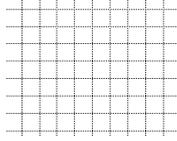

图 2.13.2 调整栅格到合适的大小
(1) 在 **草绘** 选项卡中单击  按钮。
(2) 此时系统弹出“栅格设置”对话框，在 **栅格间距** 选项组中选择 **静态** 单选项，然后在 **X 间距** 和 **Y 间距** 文本框中输入间距值 10；单击 **确定** 按钮，完成栅格设置。
(3) 在“视图”工具条中单击“草绘显示过滤器”按钮 ，在弹出的菜单中选中 **显示栅格** 复选框，可以在图形区中显示栅格。
Step 2 此时，绘图区中的每一个栅格表示 10 个单位。为了便于查看和操作图形，可以滚动鼠标中键滚轮，调整栅格到合适的大小(图 2.13.2)。单击视图工具栏中的“草绘显示过滤器”按钮 ，在弹出的菜单中取消选中 **显示栅格** 复选框，将栅格的显示关闭。